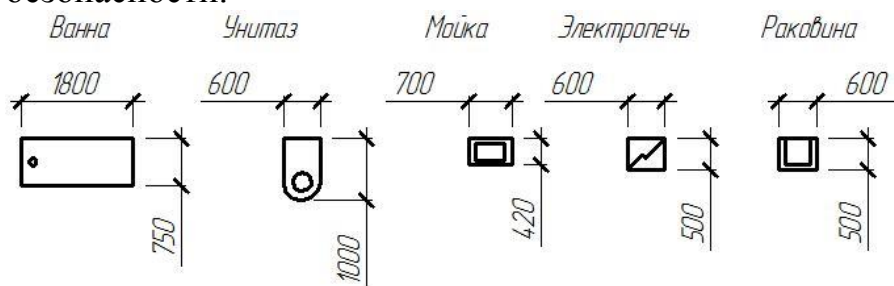

Рисунок 7 – Условное изображение санитарно-техническое и электрическое оборудование
1.6. Изображаем в санузлах и на кухне необходимое санитарно-техническое и электрическое оборудование, которое промаркировано буквами: В – ванна, У – унитаз, М – мойка, ЭП – электрическая печь, Р – раковина. Размеры оборудования указаны на рис. 7. Расстояние от электрической печи до стен должно быть не менее 100 мм в соответствии с требованиями пожарной безопасности.